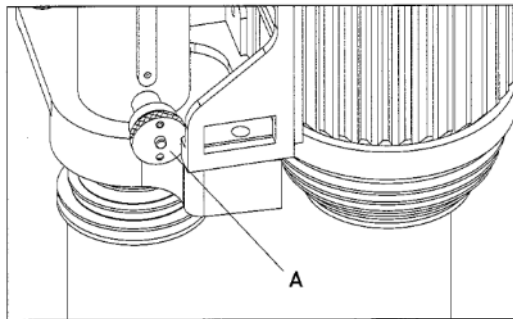

Abbildung 17 Spindelarretierung
- Knopf (B) Abb.17 am Handrad (A) lösen.
- Die beiden Arretierhebel (C) an beiden Seiten der Maschine lösen.
- Handrad (A) bis zur gewünschte Schwenkposition drehen.
- Knopf (B) und Arretierhebel (C) festziehen.